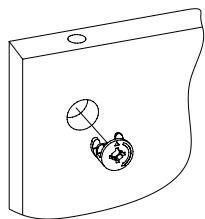

Рис.4
4. Вставьте головки минификс в детали 2, 3, 4, 5, 7, 8, 9 (Рис. 4).